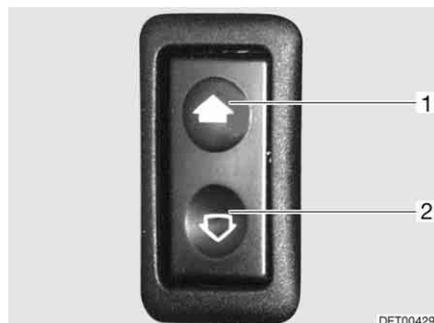

Bild 23 Schalter für elektrische Fensterheber
**Öffnen:** ■ Schalter unten drücken (Bild 23,2).
**Schließen:** ■ Schalter oben drücken (Bild 23,1).